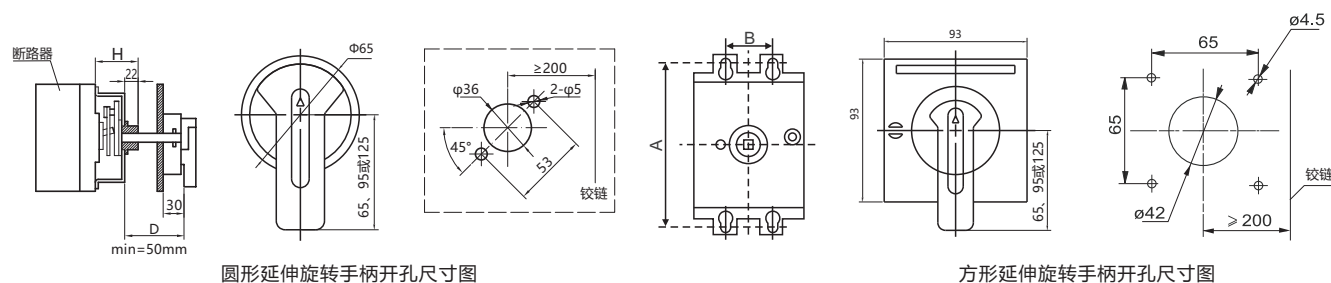

图5 手动操作机构尺寸图
□ 手柄机构安装时先按图示尺寸开孔,在开关柜门板上当转动手柄“OFF”指示在水平位置时固定好柄。然后试着操作手柄,转动应灵活自如,并且手柄在水平位置时断路器应分闸,手柄在垂直位置时断路器应合闸。具体见图5和表7。